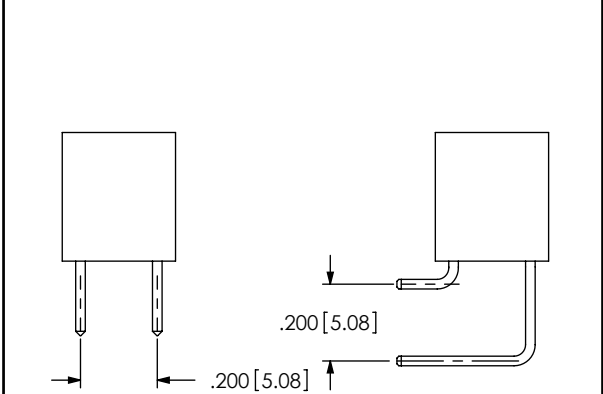

FIG 4
- Q: TRIPLE (SEE FIG 4, SHT 2) USE SSW-XX-T